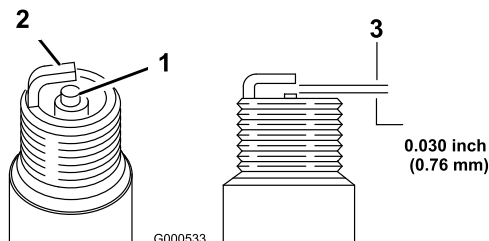

Figure 53
1. Examinez le centre des bougies (Figure 53).
2. Contrôlez l'écartement entre les électrodes centrale et latérale (Figure 53) et pliez l'électrode latérale si l'écartement est incorrect.